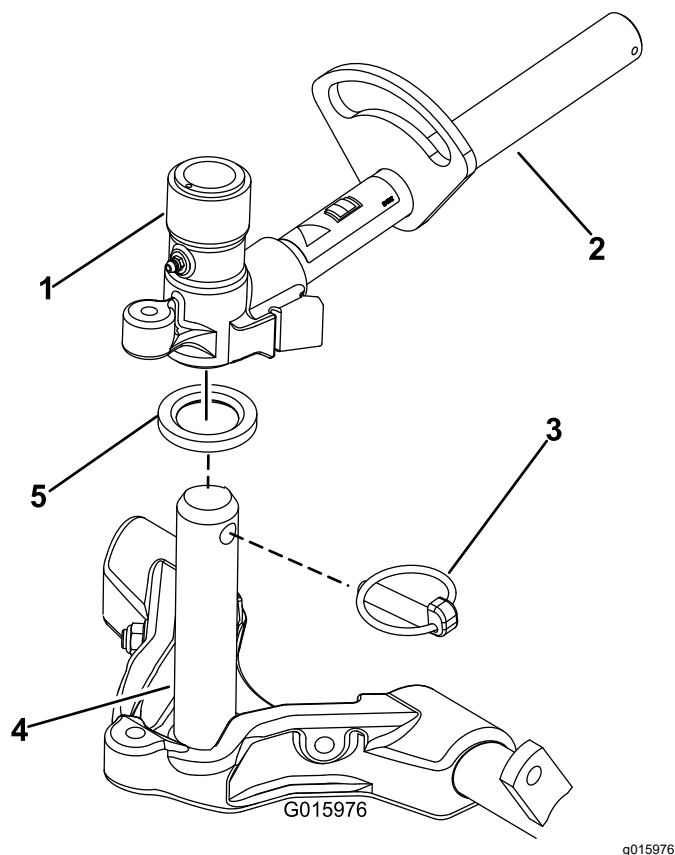

Figura 16
8. Unte el eje del bastidor de tiro con grasa limpia (Figura 16).
9. En el caso de las unidades de corte delanteras, deslice una unidad de corte debajo del brazo de elevación mientras coloca el eje del bastidor de tiro en la horquilla de pivote del brazo de elevación (Figura 16). Asegúrese de que la arandela de empuje está correctamente posicionada en el eje del bastidor de tiro.
10. Sujete el eje del bastidor de tiro a la horquilla del brazo de elevación con el pasador Klik (Figura 16).
- B. Introduzca la horquilla del brazo de elevación en el eje del bastidor de tiro (Figura 16).